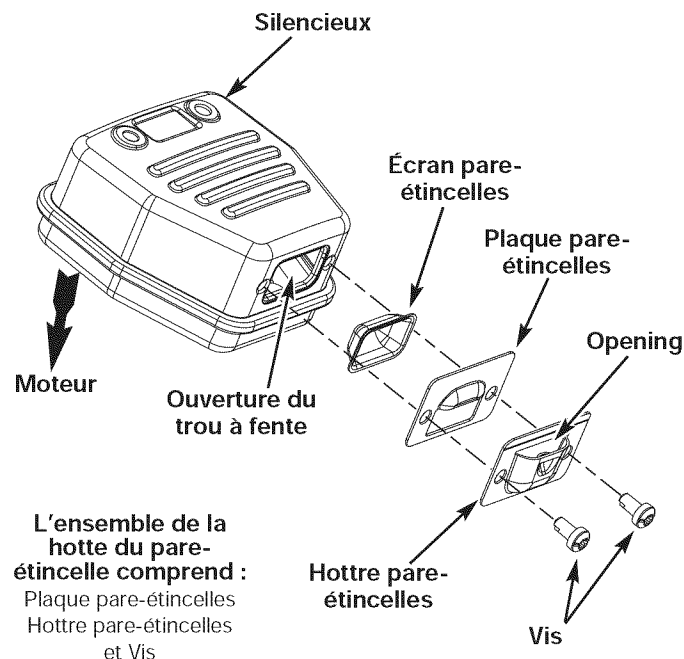

Fig. 28
2. Situez le pot d'échappement sans le retirer. Trouvez les deux (2) vis sur la partie inférieure du pot d'échappement (Fig. 28) Ces deux vis tiennent l'ensemble du déflecteur d'échappement et l'écran pare-étincelles à la partie inférieure du pot d'échappement. Retirez les deux (2) vis en vous servant soit d'un tournevis torx #20 ou d'un tournevis plat.
6. Placez la plaque du pare-étincelle au dessus du pare-étincelles avec le côté « élevé » vers le haut et l'ouverture vers le moteur (Fig. 28).
7. Placez la hotte du pare-étincelle sur la plaque du pare-étincelle avec le côté « élevé » vers le haut et l'ouverture tournée DU COTE OPPOSE au moteur (Fig. 28). Assurez-vous que l'échappement soit bien tourné DU COTE OPPOSE au moteur.